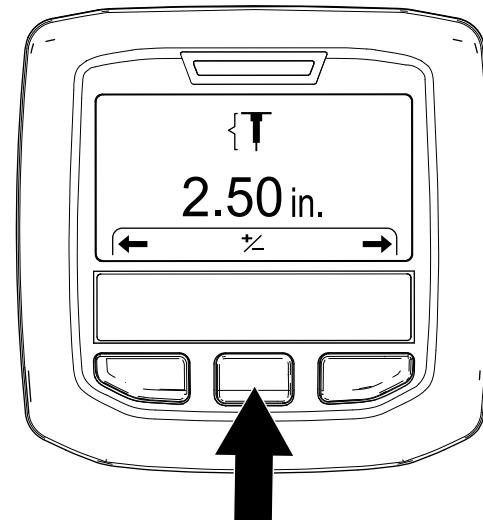

Figure 52
3. Appuyez sur le bouton droit de l'InfoCenter jusqu'à ce que l'écran Setting the Hole Depth (réglage de la profondeur des trous) s'affiche (Figure 51 et Figure 52).